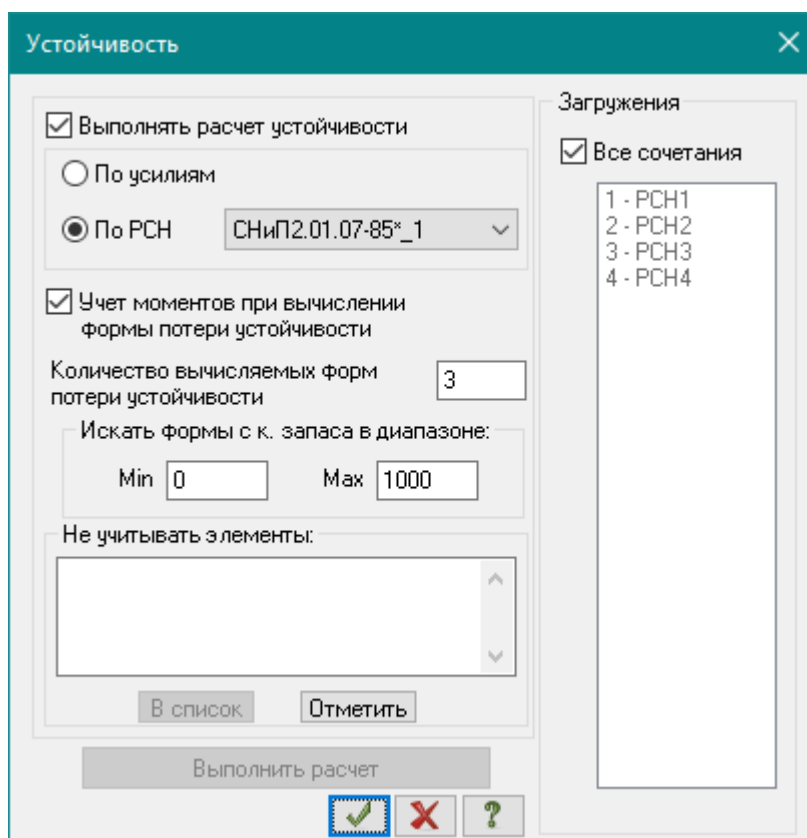

Рис.3.30. Диалоговое окно **Устойчивость**
**Устойчивость** (рис.3.30) щелчком по кнопке  – **Устойчивость** (панель **Доп. расчеты** на вкладке **Расчет**). В этом окне задайте следующие параметры: